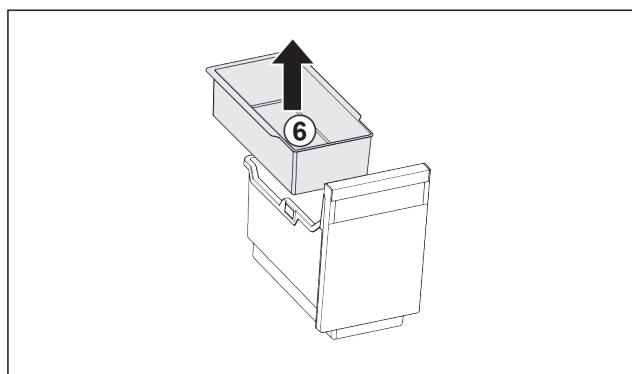

Fig. 140
- ▶ Vjměte závěsnou misku Fig. 140 (6).